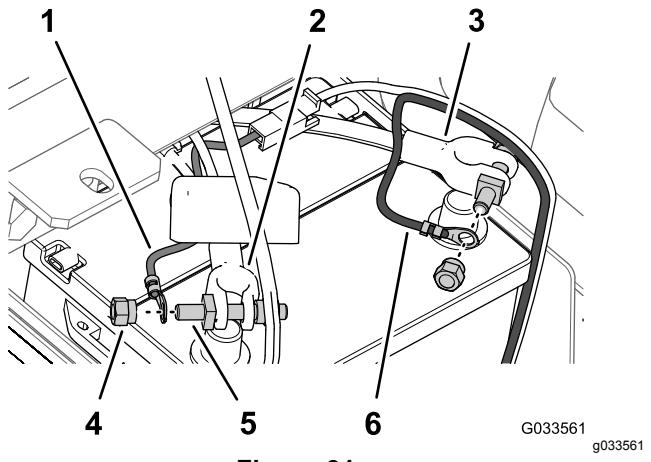

Figura 31
6. Fissate il morsetto ad anello del collegamento fusibile (cablaggio preassemblato dell'irroratrice) al polo del bullone del morsetto che avete montato sul cavo positivo della batteria con un dado del serrafilo (Figura 31).
7. Fissate il morsetto ad anello del filo negativo (nero – cablaggio preassemblato dell'irroratrice) al polo del bullone del morsetto che avete montato sul cavo negativo della batteria con un dado del serrafilo (Figura 31).